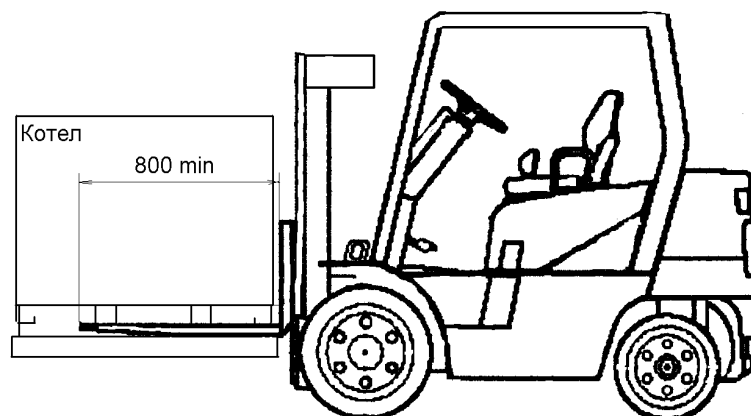

Рисунок 5. Схема транспортування
10.4 Транспортування котла здійснювати за допомогою вантажно-під'ємних механізмів з довжиною платформи (лап) не менше 800 мм (рис. 5